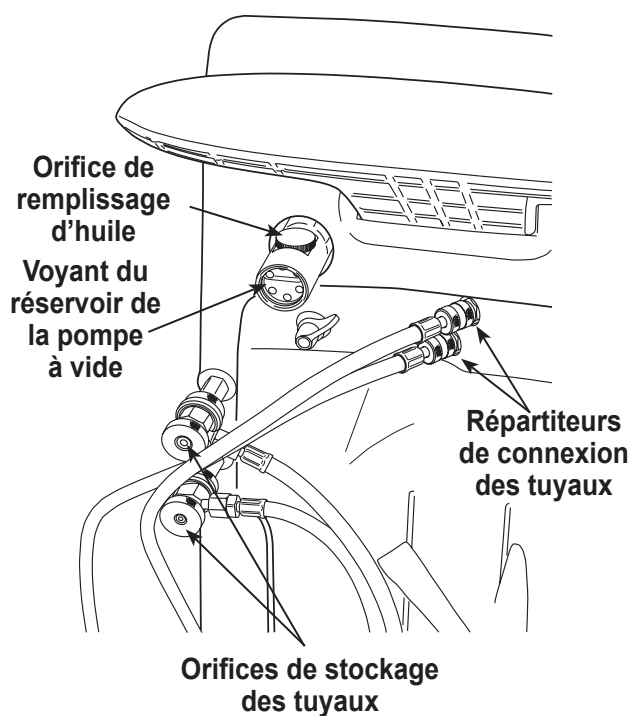

Figure 4
1. Connectez les tuyaux de service des raccords des répartiteurs de connexion (situés sur le côté de l'unité) aux orifices de stockage. Voir la Figure 4. Connectez le tuyau rouge au raccord portant la mention ÉLEVÉ; connectez le tuyau bleu au raccord portant la mention BAS.